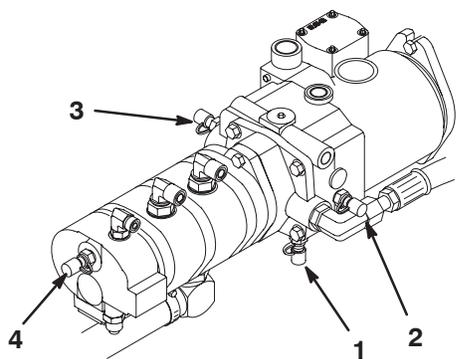

Bild 61
4. Testanschluss „D“ befindet sich unten am Hydraulikgetriebe (Bild 61) und wird zum Messen des Getriebedrucks verwendet.
6. Testanschluss „F“ wird zum Messen des Traktionrückdrucks verwendet (Bild 61).
7. Testanschluss „G“ wird zum Messen des Lenkdrucks verwendet (Bild 61).